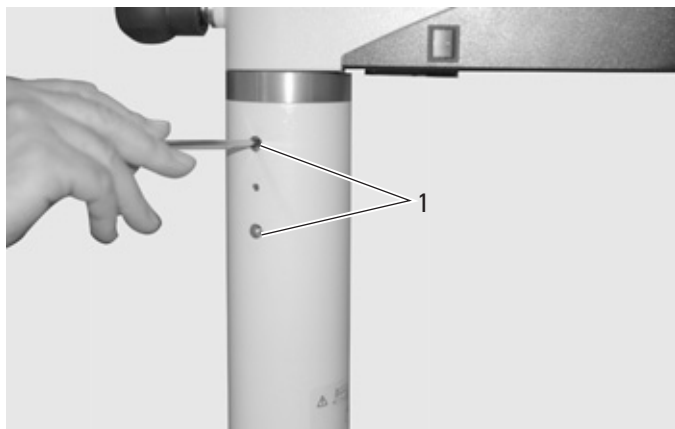

Bild 1
⇒ Schwenkarm mit 2 Innensechskantschrauben (1) festschrauben (Bild 1).